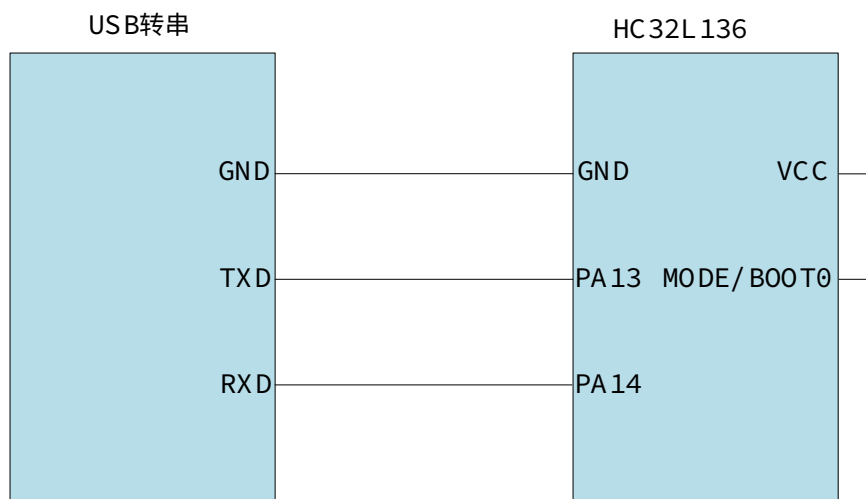

图 2-1 硬件连接
1. 将 USB 转串连接线的串口端与目标 MCU 的串行编程引脚连接，以 HC32L136 系列为例，连接方法如图 2-1 所示。目标 MCU MODE 引脚上拉，然后目标 MCU 上电进入串行编程模式。